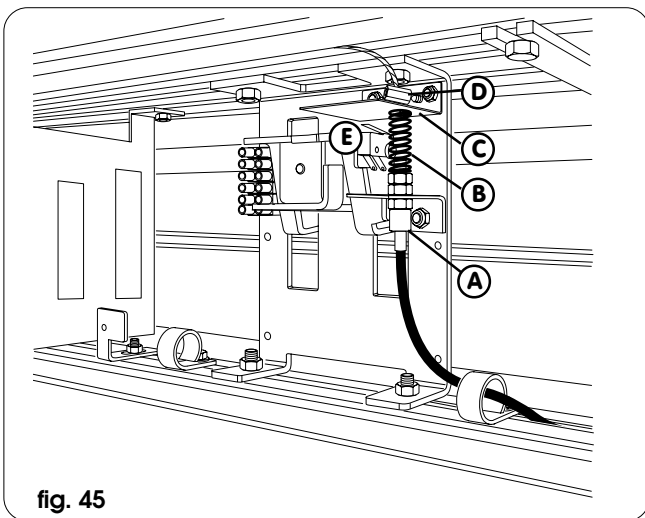

fig. 45
carter inferiore e tagliare la guaina (non il filo d'acciaio) determinando la lunghezza sufficiente a raggiungere il chiavistello (fig. 45) senza curvature strette.
- Introdurre il filo d'acciaio nel registro del chiavistello regolato al minimo (rif. A fig. 45) e, attraverso la molla (rif. B fig. 45), farlo fuoriuscire dal foro presente sull'angolare (rif. C fig. 45).
- Tensionare adeguatamente il filo d'acciaio e applicare il morsetto (rif. D fig. 45) avendo cura che l'angolare, a riposo, non attivi il microinterruttore (rif. E fig. 45).
- Verificare che, tirando il pomello di sblocco, l'angolare sblocchi il chiavistello e prema sulla levetta del microinterruttore fino ad attivarlo; eventualmente agire sul registro di regolazione (rif. A fig. 45).